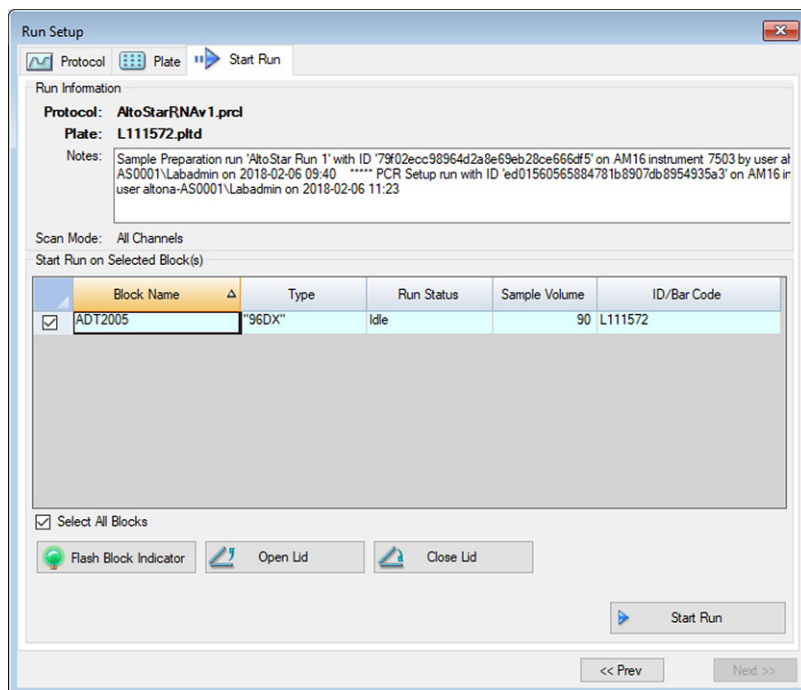

Figura 26: Cuadro de diálogo Run Setup (configuración de la serie)
- Escanee el código de barras de la PCR Plate (placa PCR) con el escáner de código de barras de mano para seleccionar y abrir automáticamente el archivo LIMS correcto. Se muestra el cuadro de diálogo **Run Setup** (configuración de serie) (consulte la Figura 26).
- Haga clic en **Open Lid** (abrir tapa) para abrir la tapa del CFX96™ DW Dx (consulte la Figura 26).
- Cierre el CFX96™ DW Dx haciendo clic en el botón **Close Lid** (cerrar tapa) en el cuadro de diálogo **Run Setup** (configuración de la serie) (consulte la Figura 26).
- Inicie la serie PCR haciendo clic en el botón **Start Run** (iniciar serie) en el cuadro de diálogo **Run Setup** (configuración de la serie) (consulte la Figura 26).